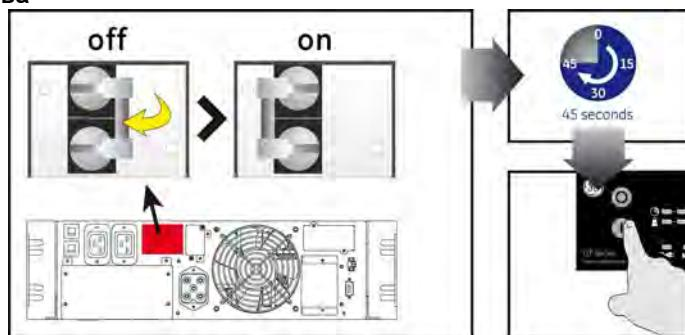

рис. 4.2.1
2. Переведите входной автоматический выключатель в положение “On” (рис. 4.2.1).
2. Переведите последовательно входные автоматические выключатели всех ИБП в положение “On” (рис. 4.2.1).